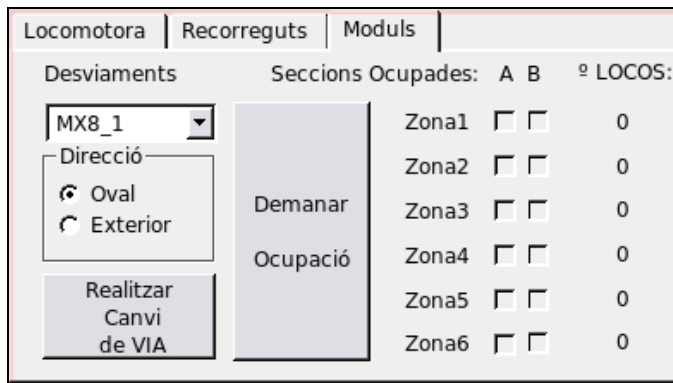

Figura 8. Pestanya de maniobres amb mòduls.
- La segona és la pestanya de mòduls (figura 8), amb mòduls ens referim als mòduls MX8 i MX9 que recordem que controlen els desviaments de rails i la ocupació dels sectors. En aquesta pestanya podem variar la trajectòria que està realitzant una locomotora, també podem controlar on està la locomotora dins la maqueta. La pestanya es separa en dues parts, una per cada mòdul, la primera part permet el control dels dos desviaments que es tenen en el circuit. Per a realitzar un canvi als desviaments s'ha de seleccionar el desviament desitjat, es tria la posició que es vol que tingui i després es polsa el boto "Realitzar Canvi de Via". La segona part ens permet saber quins sectors del circuit estan ocupats. Simplement polsant el boto "Demandar Ocupació" si hi ha alguna locomotora en algun sector es marcarà el *checkbox* corresponent al sector.